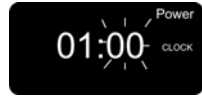

Fig. 17
3. Une fois l'heure sélectionnée, appuyez sur le bouton Horloge pour modifier les minutes. :00 clignote. (Fig. 17)